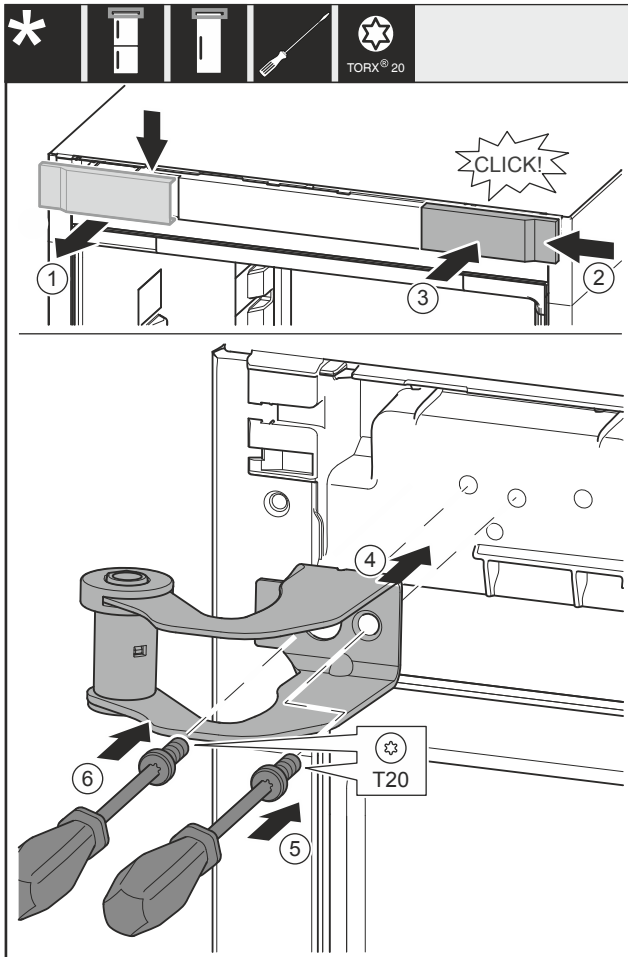

Fig. 12
- ▶ Fjern dekkelet Fig. 12 (1) fra toppen og fremover.
- ▶ Snu dekkelet Fig. 12 (2) 180° og heng det på den andre siden mot høyre.
- ▶ Smekk dekkelet Fig. 12 (3) i lås.
- ▶ Plasser den øvre lagerbukken Fig. 12 (4).
- ▶ Trekk fast skruen Fig. 12 (5).
- ▶ Trekk fast skruen Fig. 12 (6).